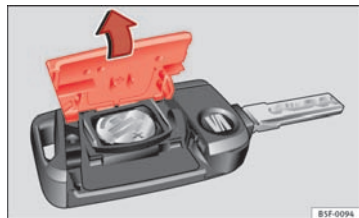

Fig. 46 Bilnøgle: åbning af afdækning til batterirum
- Tag afdækningen på bagsiden af bilnøglen ⇒ Fig. 46 af i pilens retning ⇒ ①.
- Sæt afdækningen på som vist på billedet ⇒ Fig. 46, og tryk den mod pilens retning på bilnøglenhuset, indtil den går i hak.